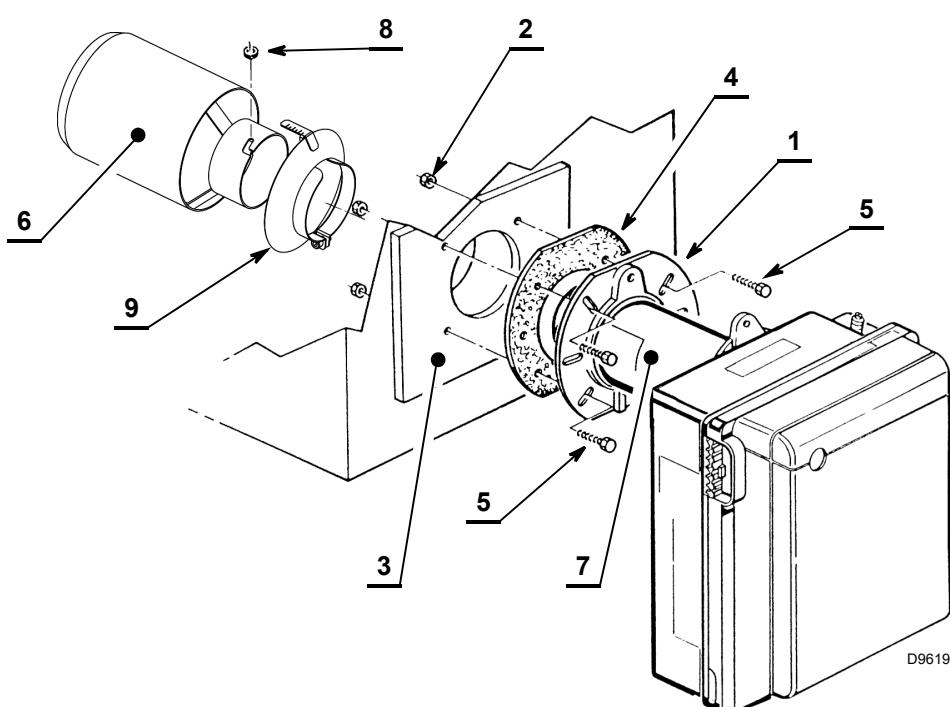

Fig. 10
- Fixer à la porte de la chaudière 3) la bride 1) à l'aide des vis 5) et (si nécessaire) des écrous 2) en intercalant l'écran isolant 4)(Fig. 10).
- Insérer le tuyau de recirculation 6) dans l'embout du brûleur 7) et le fixer avec l'écrou 8)(Fig. 10).